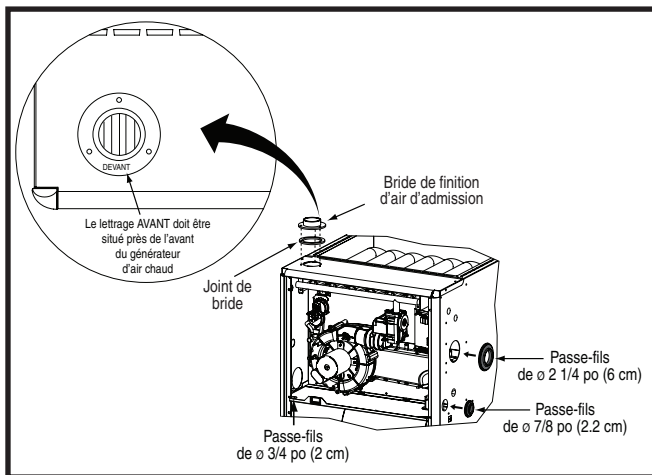
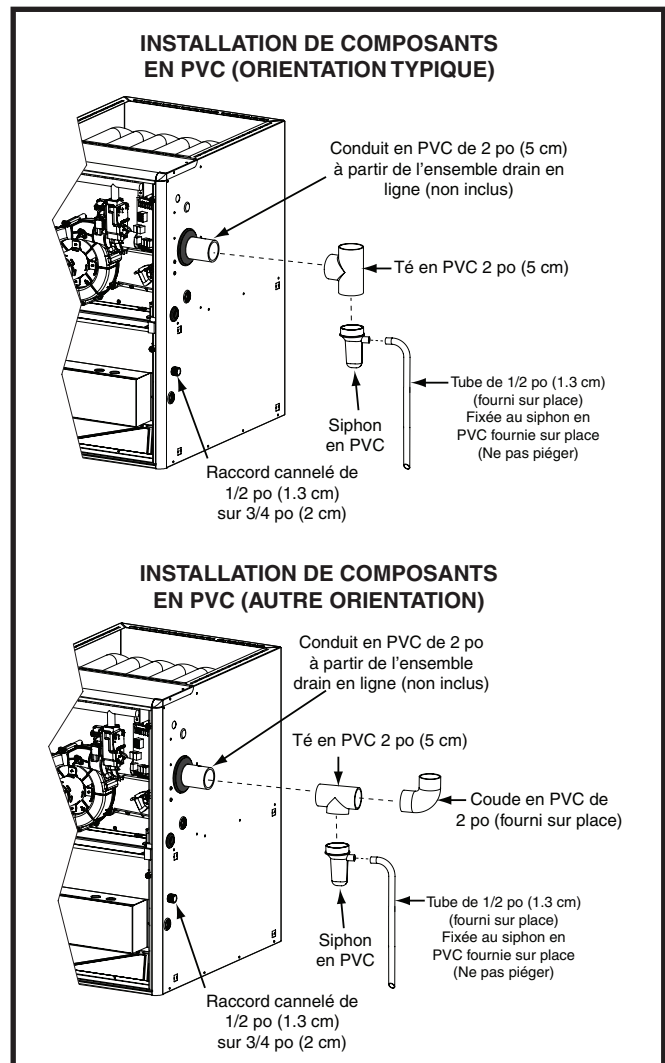

Figure 16. Bride de finition et passe-fils en caoutchouc
Figure 17. Composants en PVC
Les composants illustrés à la Figure 16 (page 18) et à la Figure 17 (page 18) sont inclus dans le sac de pièces supplémentaires fourni avec les générateurs d'air chaud *TE/*TN. Selon le type d'installation, certains de ces composants sont facultatifs et peuvent ne pas être utilisés. Veuillez vous reporter aux descriptions et aux figures d'accompagnement pour installer ces éléments.
2. Placer la bride de finition sur le dessus du joint d'étanchéité de bride. **REMARQUE:** S'assurer que la bride est bien orientée de façon à ce que le lettrage AVANT soit situé à proximité de l'avant du générateur d'air chaud, comme indiqué à la Figure 16.
Le passer-fils en caoutchouc de 2 1/4 po (5,7 cm) est utilisé pour assurer l'étanchéité de l'ouverture entre l'armoire du générateur d'air chaud et le conduit d'évent en PVC de 2 po (5 cm). Il faut installer le passer-fils en caoutchouc dans le trou de 3 po (7,6 cm) avant de sortir le conduit d'évent de l'armoire. Aucun produit d'étanchéité n'est requis. Consulter la Figure 16.
- Le conduit en PVC de 2 po (5 cm) illustré à la Figure 17 n'est pas fourni dans le sac de pièces supplémentaires.
Le té et le siphon en PVC de 2 po (5 cm) sont utilisés lorsque l'inducteur est orienté pour faire sortir l'évent du côté gauche ou du côté droit de l'armoire du générateur d'air chaud. Consulter la Figure 17.
1. Installer le té en PVC à la verticale sur le conduit d'évent de 2 po (5 cm) qui sort par le côté de l'armoire. Coller les deux éléments ensemble de façon permanente au moyen de l'apprêt et de la colle appropriés. Se reporter à l'orientation typique illustrée à la Figure 17.
1. Installer le té en PVC à l'horizontale sur le conduit d'évent de 2 po (5 cm) qui sort par le côté de l'armoire. Coller les deux éléments ensemble de façon permanente au moyen de l'apprêt et de la colle appropriés. Se reporter à l'autre orientation illustrée à la Figure 17.